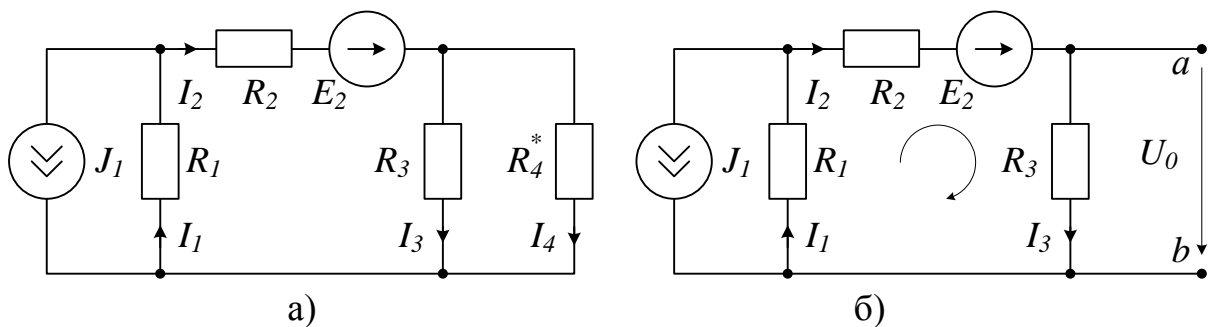
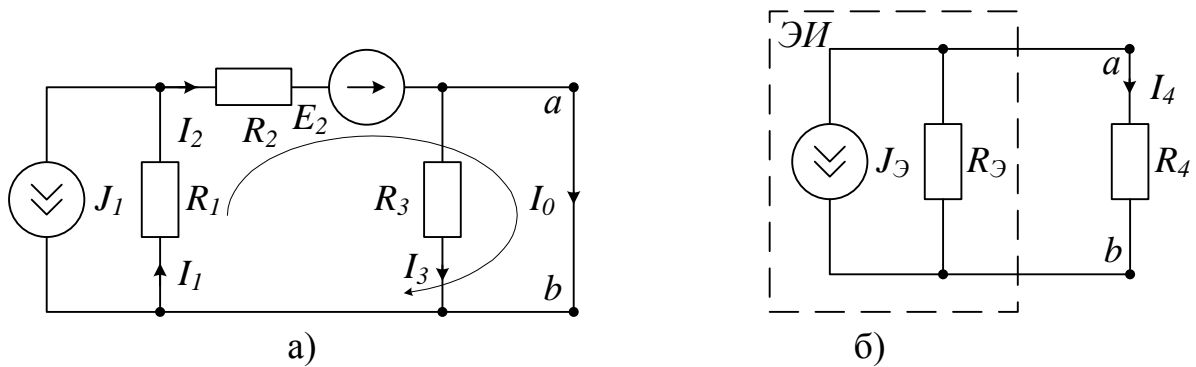

Рис.1.11
Рис. 1.14
*Пример 1.5.* В цепи, схема которой представлена на рис.1.11,а, а методом эквивалентного источника рассчитать ток через сопротивление  $R_4$  (помеченное звездочкой). Параметры цепи:  $J_1 = 2$  А,  $E_2 = 48$  В,  $R_1 = 6$  Ом,  $R_2 = 14$  Ом,  $R_3 = 20$  Ом,  $R_4 = 5$  Ом.
*Решение.* Выберем предполагаемое направление токов в ветвях. Исключим из схемы сопротивление  $R_4$ , ток через которое требуется определить. Обозначим зажимы, к которым было подключено это сопротивление буквами  $a$  и  $b$  (рис.1.11,б).
Рассчитаем ЭДС  $E_э$  эквивалентного источника. Численно она равна напряжению холостого хода  $U_0$  между зажимами  $a$  и  $b$ , к которым было подключено сопротивление  $R_4$  (рис.1.11,б).
Ток  $I_4$  можно рассчитать другим способом – используя для замены схему эквивалентного источника тока. Чтобы определить ток  $J_Э$  эквивалентного источника, замкнем накоротко зажимы  $a$  и  $b$  и найдем величину тока короткого замыкания  $I_0$  (рис.1.14,а).
Тогда исходную схему (рис.1.11, а) можно заменить схемой замещения (рис.1.14,б) и по формуле (1.14) рассчитать искомый ток: